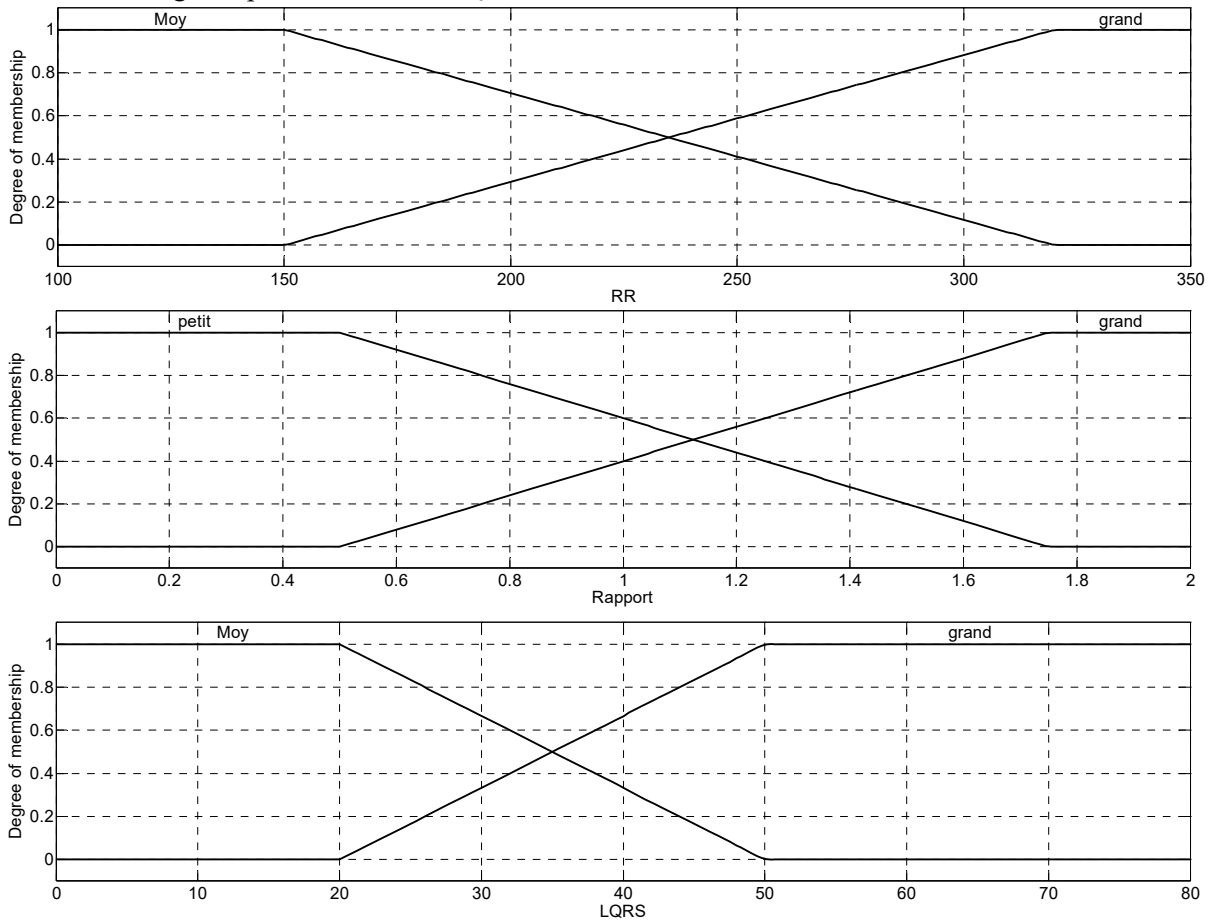

Figure 1. Système d'inférence flou pour la détection des extrasystoles ventriculaires.
La figure 1 présente un système d'inférence flou pour la détection des extrasystoles ventriculaires avec trois ensemble flou rythme cardiaque (RR), rapport de rythme présente sur le rythme suivant (RRp/RRs) et la largeur du complexe QRS (LQRS).